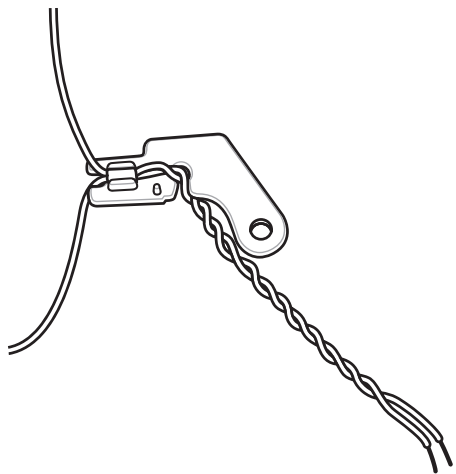

Рис. 3-29 Предварительно прикрепите провод к правому боковому кронштейну
2. Убедитесь в том, что правый боковой кронштейн предварительно прикреплен к проводу, как показано на Рис. 3-29.